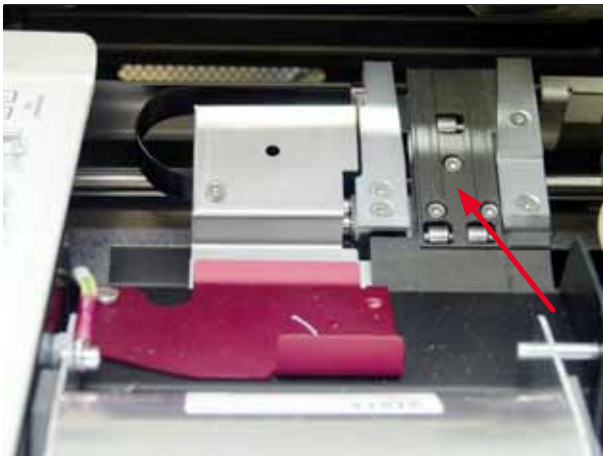

Fig. 45
- Stazione di trasporto (→ "Fig. 45")